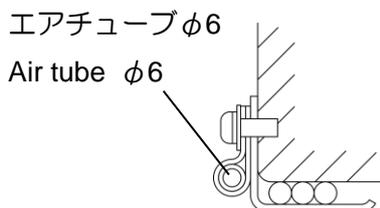

図 6
- (4) エアチューブは Fig.No.302 ナイロンクリップを使用して図 6 のようにミシン左側に固定します。